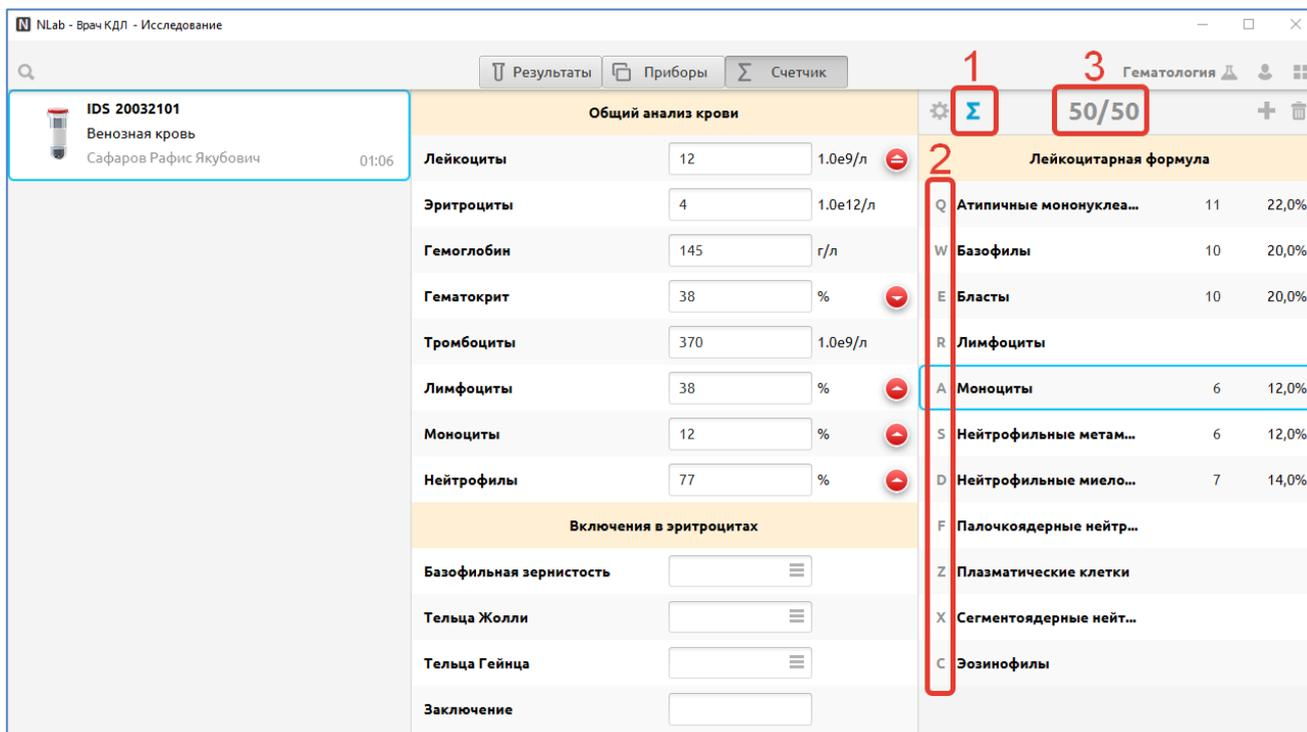

Рис. 54
1. Для выполнения подсчета нажмите кнопку «Начало подсчета» (№ 1 на Рис. 54). Начните вводить данные с помощью указанных горячих клавиш (№ 2 на Рис. 54). Для работы горячих клавиш окно программы должно быть активным. Для сохранения результата необходимо обязательно довести значения до требуемого количества в поле зрения (№3 на Рис. 54), в данном примере - до 50-ти.